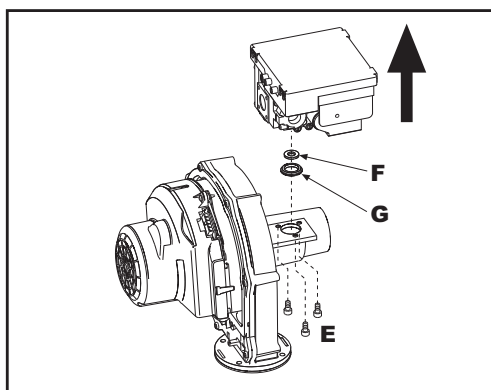
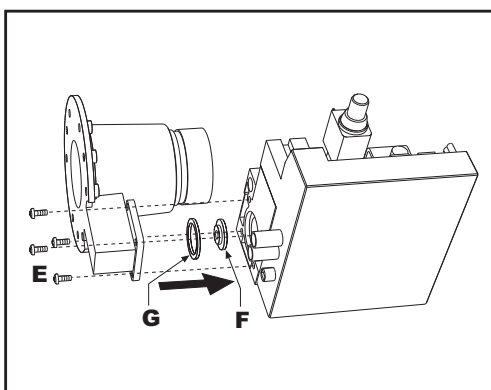

fig. 57 - modèle ENERGY TOP B 80 - 160
fig. 58 - modèle ENERGY TOP B 125 - 250
7. Dévisser les vis de fixation "E" (fig. 57 modèle ENERGY TOP B 80 - 160 et fig. 58 modèle ENERGY TOP B 125 - 250), puis enlever la vanne gaz.
8. Remplacer le gicleur de gaz "F" (voir fig. 57 pour le modèle ENERGY TOP B 80 - 160 et fig. 58 pour le modèle ENERGY TOP B 125 - 250) en le positionnant à l'intérieur du joint "G" avec celui qui est contenu dans le kit de transformation. Remonter les composants et vérifier l'étanchéité.